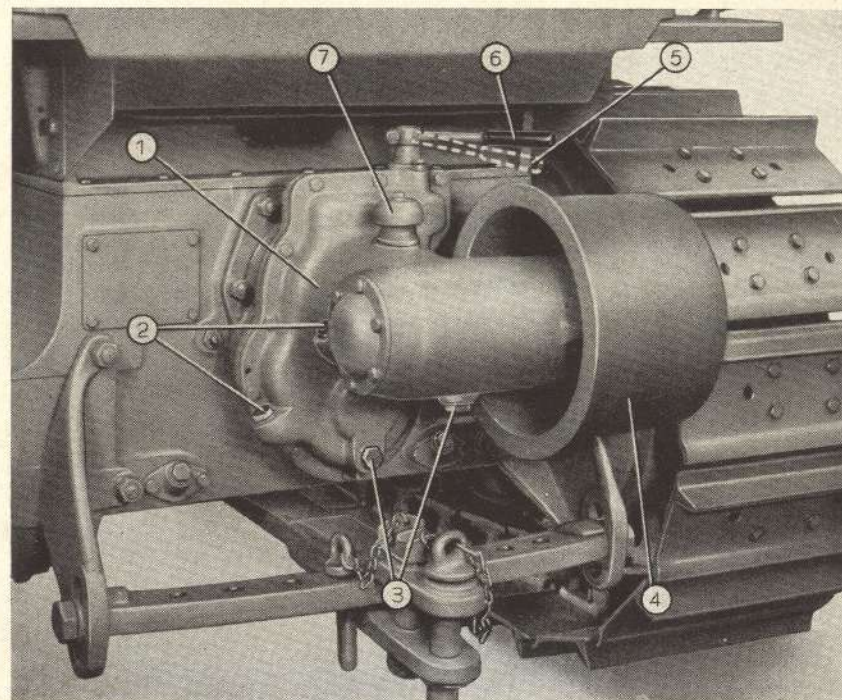

Fig. 104. - Poulie de battage.
On peut l'appliquer à l'arrière du châssis-berceau: elle sert à actionner, par l'intermédiaire d'une courroie, les différents types de machines, tels que batteuses, pompes, etc. (fig. 104). Avant de déposer le couvercle pour appliquer la poulie, vidanger le lubrifiant du carter de transmission.
Aux effets du graissage, toutes les 20 heures de travail il faut vérifier et, si nécessaire, parfaire le niveau d'huile FIAT MV (SAE 140) (1) par les deux goulottes situées sur le carter (2, fig. 104). Toutes les 1200 heures de travail, changer le lubrifiant.
La simplicité de commande de cet organe ne requiert d'aucune directive d'emploi particulière. Le moteur débrayé, porter le levier de commande de la poulie de battage en position d'enclenchement (5, fig. 104), et puis embrayer le moteur.